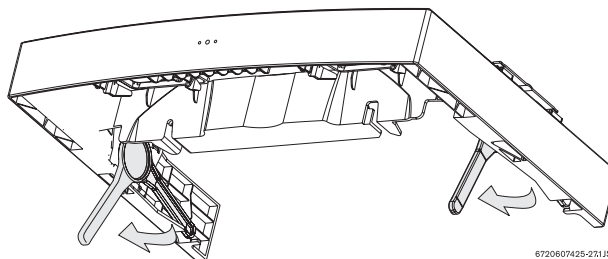

Fig. 15 Montarea levierelor
- ▶ Coborâți levierele de montaj conform cu Fig. 15.